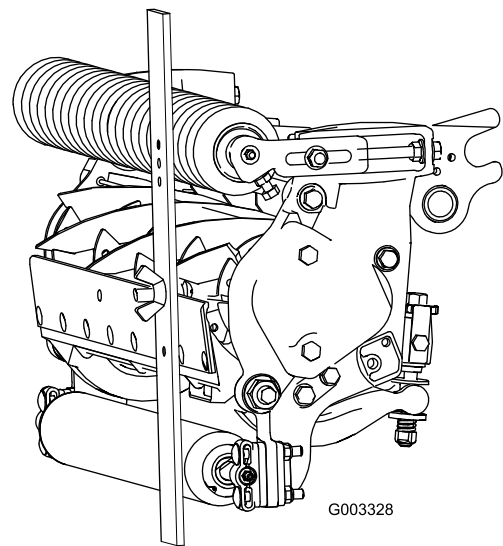

Bild 25
3. Haken Sie den Schraubenkopf an die Schnittkante des Untermessers ein, und stützen Sie das hintere Ende des Trägers auf der Heckrolle ab (Bild 25).
4. Drehen Sie die Einstellschraube, bis die Frontrolle die Messlehre berührt (Bild 25). Stellen Sie beide Enden der Rolle ein, bis die ganze Rolle parallel zum Untermesser ist.